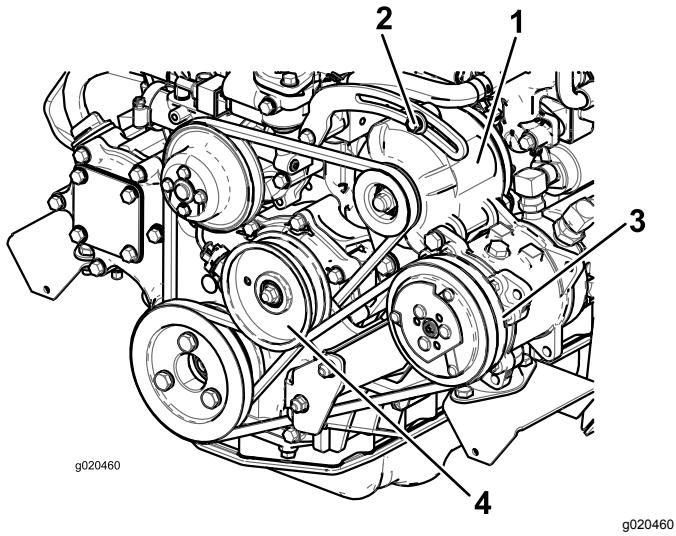

Figure 100
Si vous n'obtenez pas une flèche de 10 mm, desserrez les boulons de fixation de l'alternateur (Figure 100).
2. Si vous n'obtenez pas une flèche de 10 mm, desserrez le boulon de fixation de la poulie de tension (Figure 100). Augmentez ou diminuez la tension de la courroie du compresseur et resserrez le boulon. Contrôlez de nouveau la flèche de la courroie pour vérifier si la tension est correcte.
Vérifiez l'état et la tension de la courroie (Figure 100) toutes les 100 heures de fonctionnement.